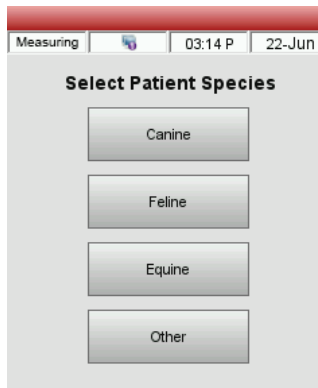

Abbildung 18. Bildschirm Messung> Tierart des Patienten wählen
2. Wählen Sie die Tierart aus (Abbildung 18).